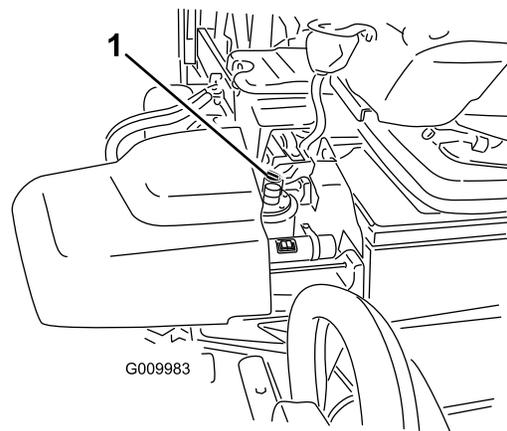

図 17
3. 油圧オイルタンクの注油口周辺をきれいに拭き、キャップ **図 17**を外す。給油口からキャップを取る。